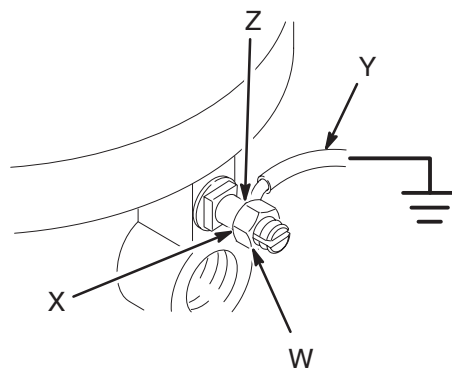

Рис. 1
1. *Насос:* используйте зажим и провод заземления с минимальным сечением в 1,5 мм². См. Рис. 1. Ослабьте контргайку (W) зажима заземления с шайбой (X). Вставьте один конец провода заземления (Y) в гнездо зажима (Z) и надежно затяните контргайку. Подсоедините другой конец провода к надежной линии заземления. № детали для заказа: 238909.